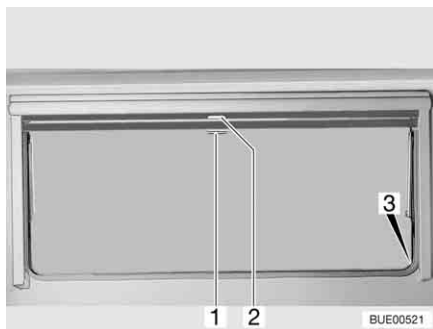

Bild 81 Överkantshängda fönster
- Drag ned mörkläggningsrullgardinen med handtaget (Bild 81,2). När mörkläggningsrullgardinen dras ned helt fäster man det man i spärrarna (Bild 81,3) på båda sidorna på fönsterkarmen.
- När mörkläggningsrullgardinen är helt neddragen: Tryck ned handtaget (Bild 81,2) och drag det något inåt. Nu kan man ta loss mörkläggningsrullgardinen ur spärrarna på båda sidorna av fönsterkarmen.
- När mörkläggningsrullgardinen inte är helt neddragen: Drag handtaget (Bild 81,2) lätt nedåt tills spärren släpper.
- Drag ner insektsnätet med handtaget (Bild 81,1) och fäst det i spärrarna (Bild 81,3) på båda sidorna av fönsterkarmen.
- Tryck ned handtaget (Bild 81,1) och drag det något inåt. Lossa insektsnätet ur spärrarna på båda sidorna av fönsterkarmen.